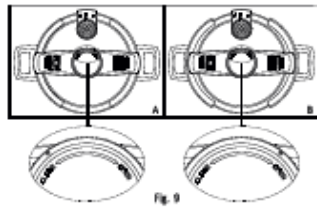

Fig. 9
- Cierre la tapa según las instrucciones de las imágenes de abajo A y B. (Fig.9) (Cuando cierre la tapa, presione ligeramente hasta que gire a la posición que se muestra en B).